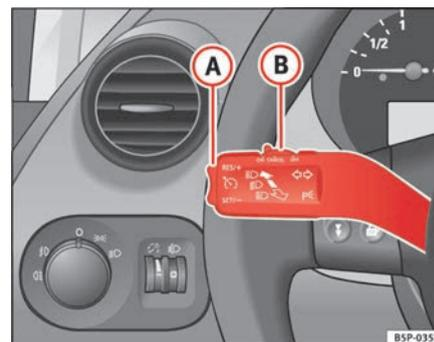

Fig. 147 Leva degli indicatori di direzione e degli abbaglianti: interruttore e tasto di comando del regolatore di velocità
- Premere la parte superiore del tasto **RES/+** ⇒ fig. 147 **A** per aumentare la velocità. La velocità sale finché si tiene premuto il tasto. Il sistema memorizza come parametro di riferimento la velocità raggiunta nel momento in cui si lascia andare il tasto.
Se si riduce la velocità schiacciando il pedale del freno, il regolatore si disattiva. Per riattivare il regolatore di velocità basta premere una volta sulla parte superiore del tasto **RES/+** ⇒ pag. 183, fig. 147 **A**.